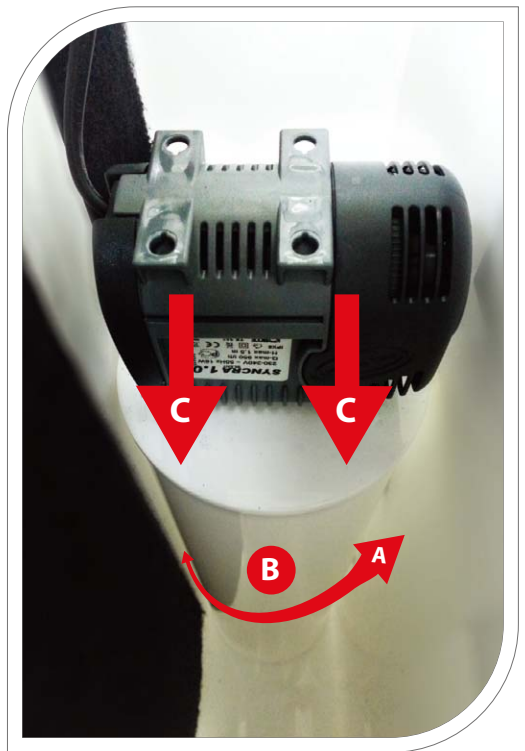

Fig3
c) ろ過材を入れ、すすぎ終わったらメディアタワーをフィルター室 (Fig3 : B) の底面にある円形シートに固定します。これは3つのツメで固定する仕組みになっています。メディアタワーを下方方向に押しながら軽く回転させるようにして所定の場所に固定します (Fig3 : A)。
d) メディアタワーを取り付けた後、循環ポンプの排水口をメディアタワーの蓋にある取り付け口に固定します (Fig2 : D)。その蓋をメディアタワーの上部に取り付けます。Oリングによってしっかりと密閉されているかをお確かめ下さい (Fig3 : C)。循環ポンプの正面にはポンプの流量を調整できるバルブがあります。最初は流量を最小に設定して下さい (Fig2 : C)。※全閉にはしないで下さい。